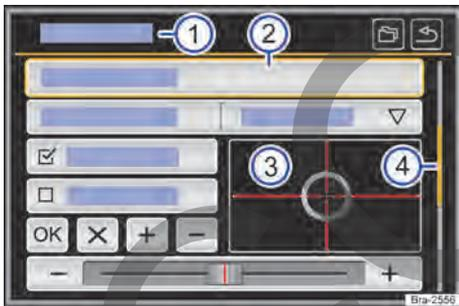

Fig. 121 Representación esquemática: cuadro general de las posibles superficies de función en el display.
El equipo está equipado con touchscreen (pantalla táctil) → fig. 121 ③.
Las superficies de función inician funciones o abren otros submenús. En submenús se indica, en la línea del título, el menú actualmente seleccionado → fig. 121 ①.